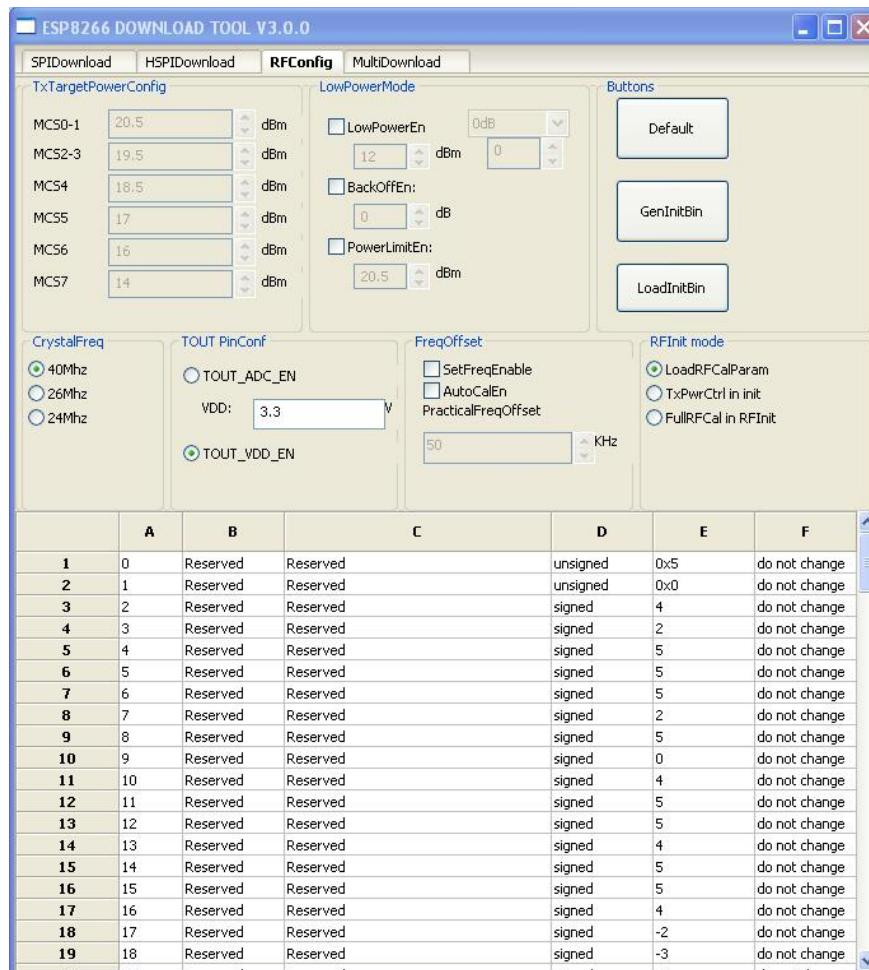

图 6-2. ESP8266 DOWNLOAD TOOL - RF InitConfig
*RF InitConfig* 选项如图 6-2 的上半部分，配置说明如表 6-3 所示。
*RF InitConfig* 参数如图 6-2 的下半部分，参数说明如表 6-4 所示。